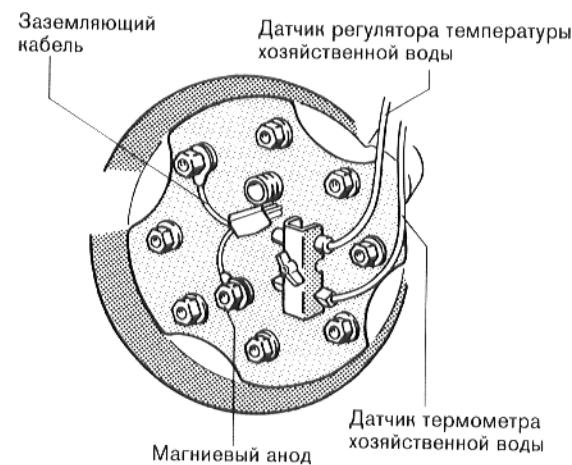

Рис. 8
- Ослабить крыльчатую гайку крепления датчика и вставить датчик, соответственно его геометрической форме, в крепежную деталь (рис. 8).
- Соединить штекер у заземляющего кабеля провода с кабелем регулятора (рис. 8).